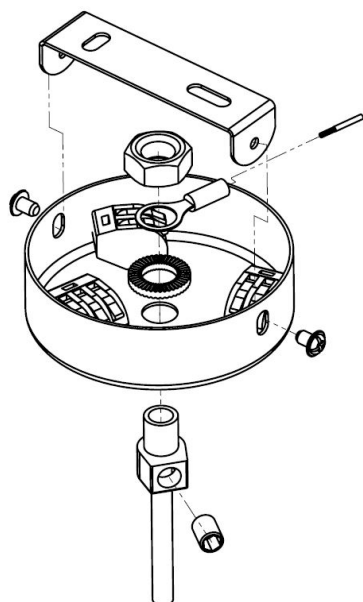

Рис.3
- Установите потолочную чашу для подвесного исполнения (Рисунок 3);